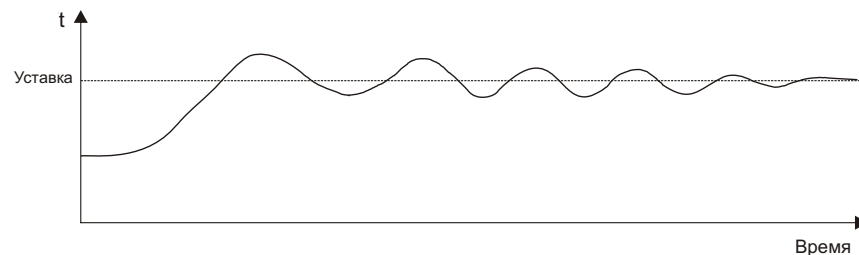
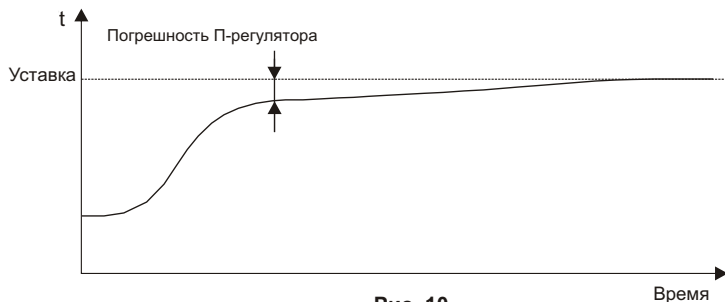

Рис. 12
Рис. 10
2) В большинстве случаев ПИ-регулятор необходимо настроить так, чтобы параметр выходил на установленный режим с момента пуска прибора, без коррекций  $T_i$  по ходу процесса регулирования. Рассмотрим пример настройки ПИ-регулятора температуры на определенный объект. Если для выхода объекта (холодного) на заданный температурный режим воспользоваться коэффициентом интегрирования, подобранным в процессе регулирования, как описано выше (Рис. 10 или 11), то мы получим большой первоначальный заброс температуры и последующие слабозатухающие колебания температуры в районе уставки (Рис. 12).
При слишком большом значении  $T_i$  температура достигнет заданной, и будет держаться точно на заданном уровне, но выход может оказаться неприемлемо длительным (Рис. 10).